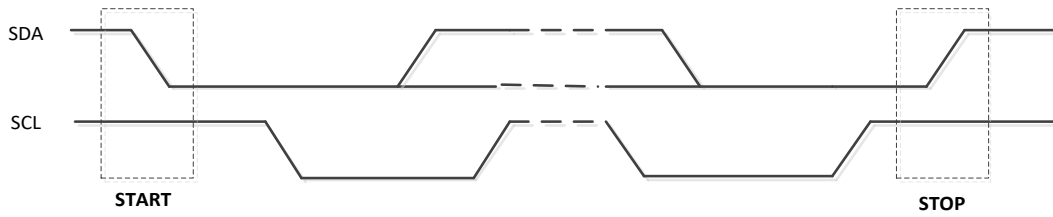

图 18-4 START 和 STOP 条件
所有操作以 START (S) 开始，STOP (P) 位结束。当 SCL 为高电平时，SDA 线上高电平到低电平的跳变定义了 START 条件。当 SCL 为高电平时，SDA 线上低电平到高电平的跳变定义了 STOP 条件（见图 18-4）。